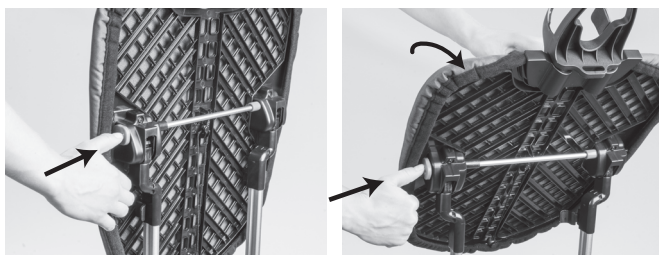

Рис. 9
7.2.3 Для регулировки наклона нажмите на красную кнопку на обратной стороне доски и установите доску в необходимое положение (рис. 9).